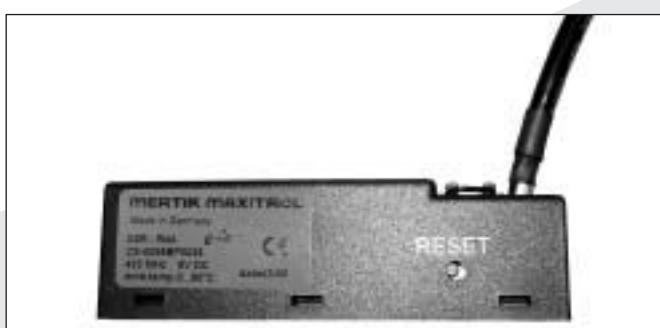

fig. 31
- Appuyez sur le bouton de réinitialisation sur le récepteur jusqu'à ce que vous entendiez successivement deux signaux sonores (voir Fig. 31).